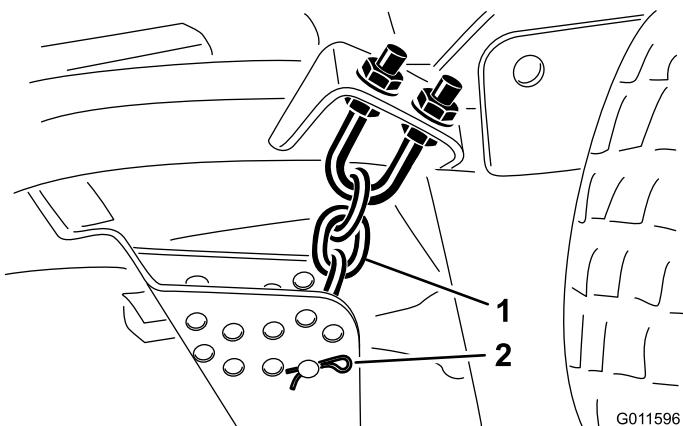

Figura 3
- Retire os pernos de gancho e pinos de segurança que fixam as correntes da altura de corte à traseira da plataforma (Figura 3). Guarde os pernos de gancho e pinos de segurança para serem instalados na nova plataforma frontal.